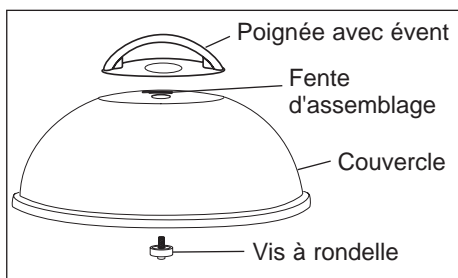

Figure 1
5. Le couvercle et la poignée avec évent ont été assemblés à l'envers avec la vis à rondelle pour simplifier l'emballage de l'appareil. Dévissez la poignée avec évent pour la séparer du couvercle, puis remontez-la correctement au sommet du couvercle. Assurez-vous que l'ergot de positionnement de la poignée s'insère bien dans la fente d'assemblage au sommet du couvercle. Montez la poignée à évent sur le sommet du couvercle au moyen de la vis avec rondelle, en introduisant cette dernière par l'intérieur du couvercle. Serrez avec un tournevis Phillips. Voir figure 1.